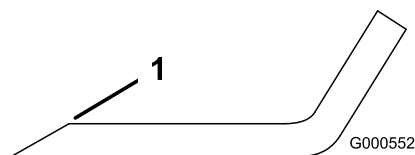
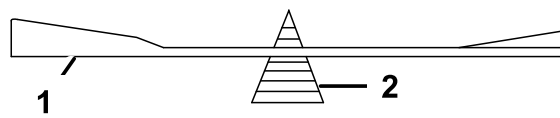

Figure 53
Figure 54
1. Au moyen d'une lime, aiguiser les tranchants aux deux extrémités de la lame (Figure 53). Veillez à conserver l'angle de coupe d'origine. Limez la même quantité de métal sur chacun des deux tranchants pour ne pas déséquilibrer la lame.
2. Vérifiez l'équilibre de la lame en la plaçant sur un équilibreur (Figure 54). Si la lame reste horizontale, elle est équilibrée et peut être utilisée. Si la lame est déséquilibrée, limez un peu l'extrémité de la partie relevée seulement (Figure 53). Répétez cette procédure jusqu'à ce que la lame soit équilibrée.